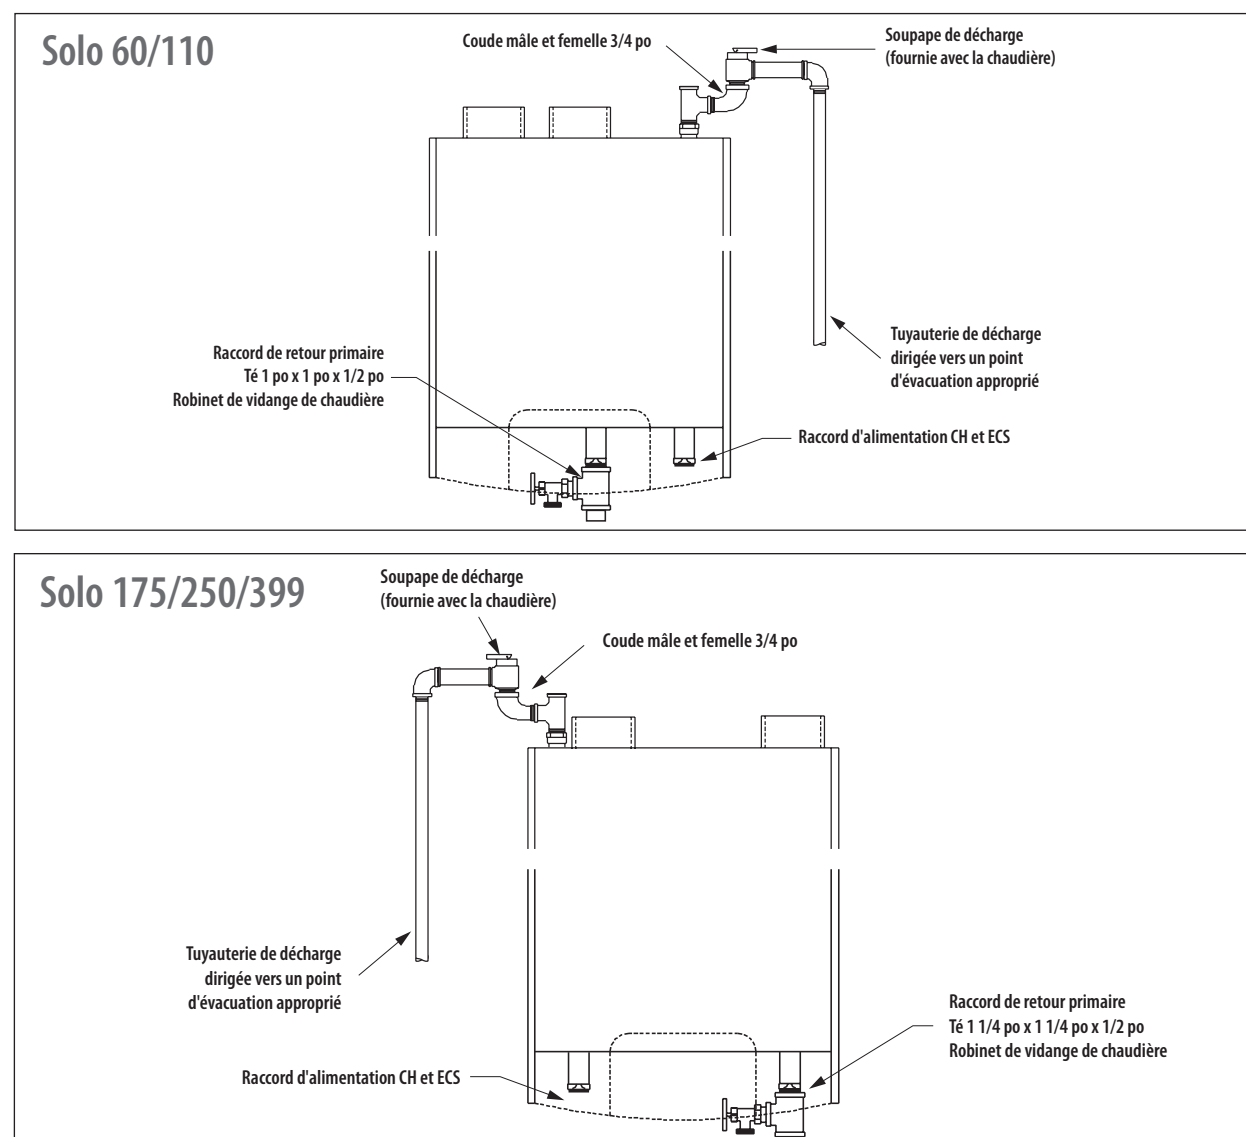

Fig. 5 : Installation de la soupape de décharge et du robinet de vidange
1. La PRESTIGE est munie d'une soupape de décharge tarée à 30 psi, dont la sortie doit être raccordée à une tuyauterie comme illustré à la figure 5, à la page 14.
Lorsqu'on ne prévoit pas installer de chauffe-eau indirect, obturer le raccord ECS (1 po NPT) de la Solo 110 à l'aide d'un bouchon, en n'oubliant pas de mettre de la pâte à joint pour assurer l'étanchéité. Se reporter à la figure 5 de la page 14 pour l'emplacement du raccord ECS.